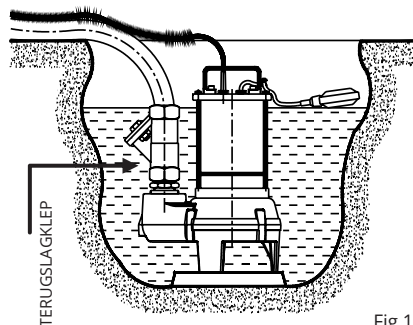

Fig.1
- De pomp moet op een vaste plaat en op de bodemoppervlakte geplaatst worden (Fig 1).
- Om terugstroom van riolering te voorkomen moet men een vuilwaterterugslagklep op de persleiding plaatsen (Fig. 1).